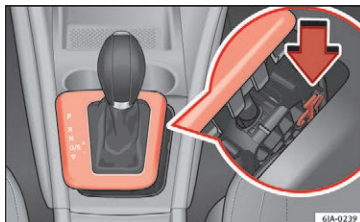

Fig. 44 Nødoplåsning af gearvælgerlås
- Tryk den gule kunststofdel i pilens retning med en finger »» Fig. 44.